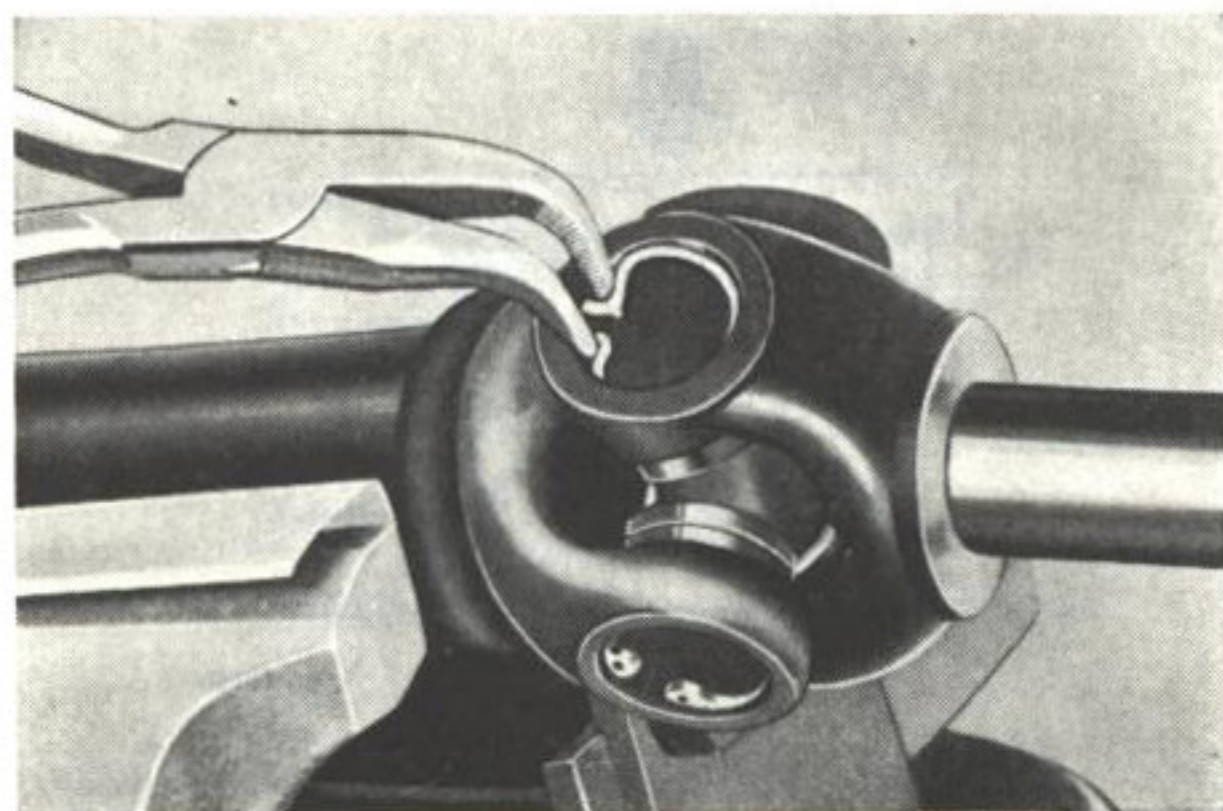

Bild 8. Demontering av låsring
1. Tag bort låsringarna som håller nållagren i gafflarna, se bild 8. Tag bort smörjnippeln i axelkorset.